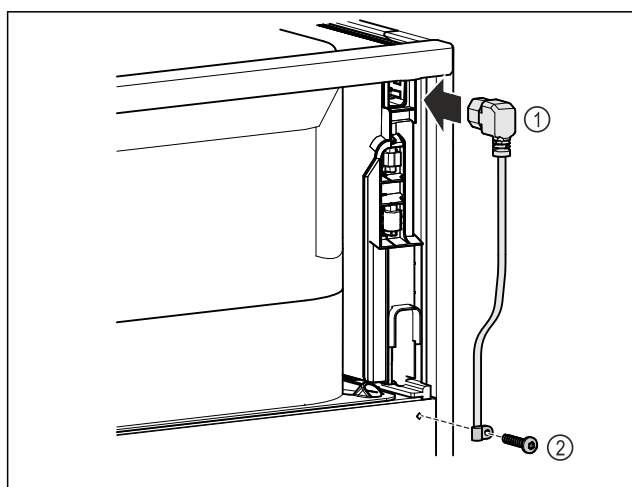

Fig. 9
- ▶ Sæt køleskabsudtagets strømkabel Fig. 9 (1) i på apparatets bagside.
- ▶ Montér trækafastningen. Fig. 9 (2)